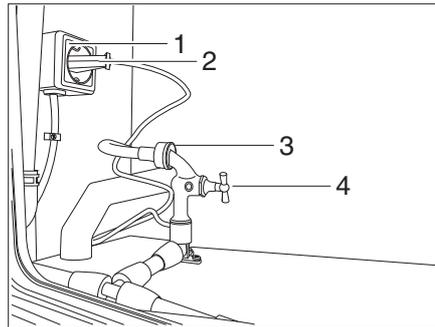

Bild 196 Anschluss Zerhackertoilette
- Bajonettverschluss (Bild 196,3) der Toilette anschließen.
- Wasserhahn (Bild 196,4) aufdrehen.
- Stecker (Bild 196,2) in Steckdose (Bild 196,1) einstecken.
- Wasserhahn der Zerhackertoilette (Bild 196,3) öffnen.